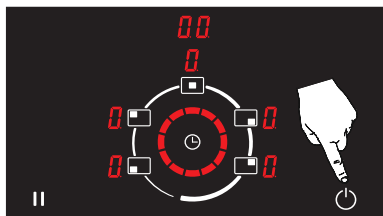

Abbildung 35
1. Die automatische Kochfunktion funktion (**A**) wird durch Drücken der Ein-/Aus-Taste (**⏻**) beendet. (Siehe Abb. 35)